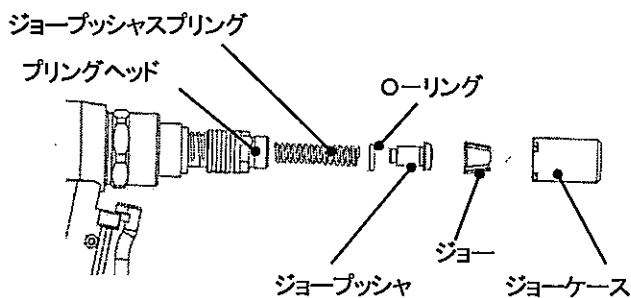

図7-3
- (4) この時、外れてくるパーツを(図7-3)に示します。これらのパーツ及びアンビル・プリングヘッドの内部をブラシなどを使って、灯油等で洗浄・掃除します。